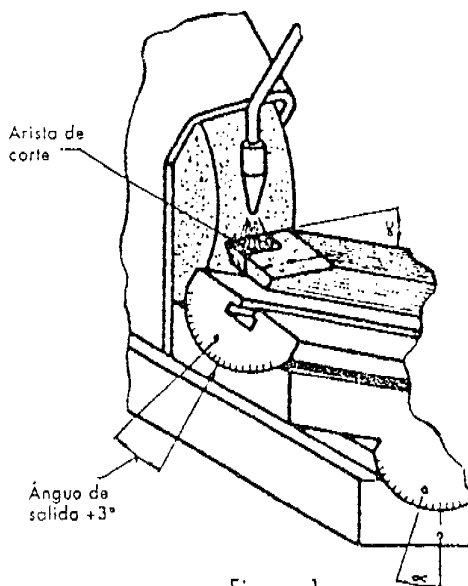

Figura 1
2° Paso- *Esmerile la superficie A ( ángulo de salida - figura 1 ).*
- a. Incline la mesa en los ángulos de salida aumentados en 3° ( Figura 1 ).
- c. Apoye la herramienta sobre la mesa y ajuste el chorro de refrigerante ( Figura 1 ).